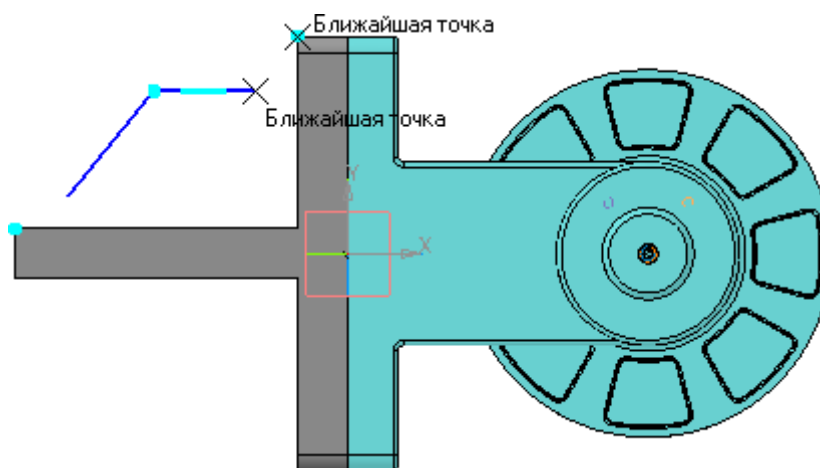

Рисунок 9.
- Укажите проекционную точку на основании и начальную точку горизонтального отрезка (рис.9).